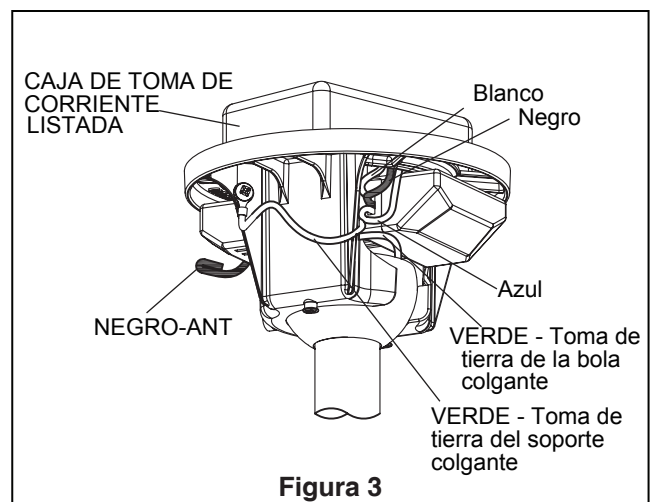

Figura 3
2. Una vez haya hecho las conexiones, coloque los cables hacia arriba y empújelos cuidadosamente hacia dentro de la caja de la toma de corriente, poniendo los cables blancos y verdes a un lado de la caja y los negros hacia el otro lado. Los cables deben ser colocados de forma extendida poniendo el conductor de la toma de tierra y el conductor de toma de tierra del equipo a un lado de la caja, colocando el conductor sin toma de tierra en el otro lado de la caja. (Figura 3)